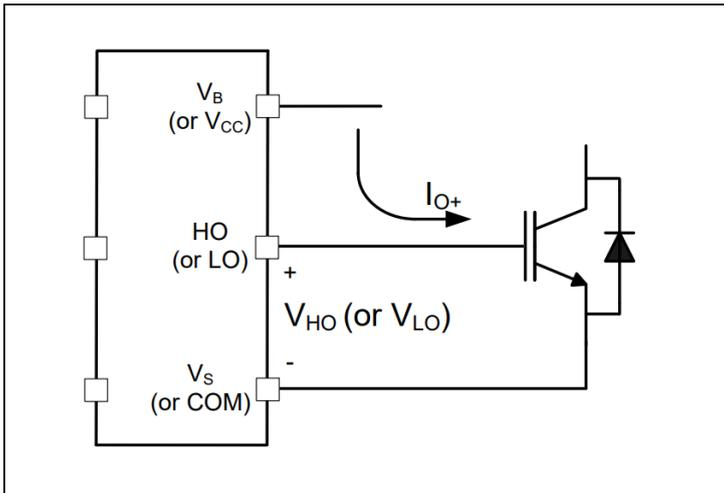
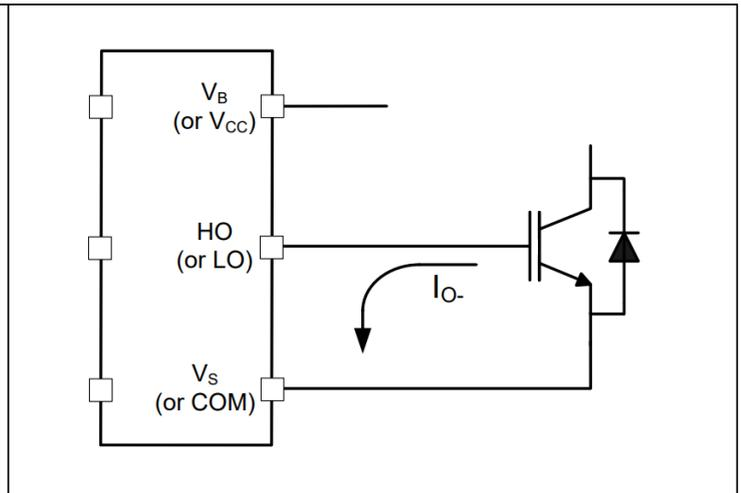

Figure 4 HVIC Sourcing current
Figure 5 HVIC Sinking current
2ED2106 (4) S06F (J) 设计用于驱动MOSFET或IGBT功率器件。图 4 和 图 5 展示了与 HVIC 栅极驱动功能相关的几个参数。用于驱动功率开关栅极的 HVIC 输出电流定义为  $I_o$ 。驱动外部功率开关栅极的电压定义为：高端功率开关的  $V_{HO}$  和低端功率开关的  $V_{LO}$ ；该参数有时统称为  $V_{OUT}$ ，在这种情况下不区分高端和低端输出电压。